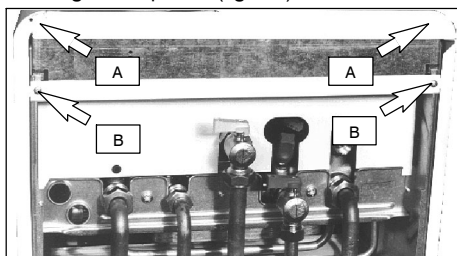

fig. 7.1
- 1 Togliere le viti "A". Rimuovere il pannello frontale spostandolo verso l'alto in modo da liberarlo dai ganci superiori (fig. 7.1)
- 2 Allentare la viti "B" (fig. 7.1) e togliere i due pannelli laterali spingendoli verso l'alto in modo da liberarli dai ganci posteriori.
- 3 Togliere le viti "B" (fig. 7.1) e rimuovere la protezione inferiore spostandola verso il lato frontale della caldaia.